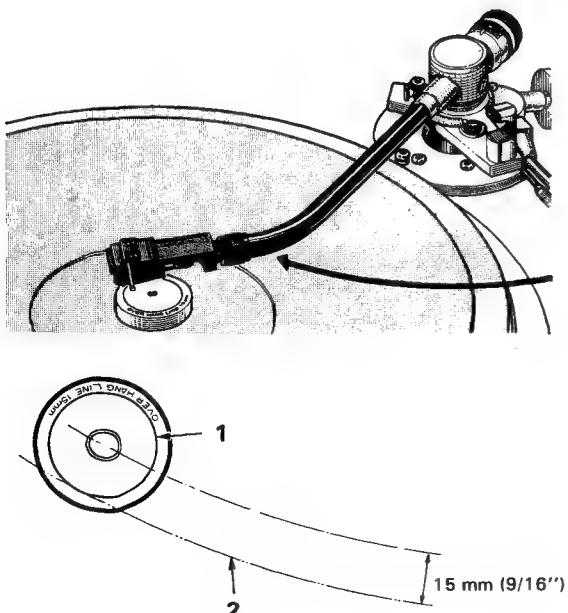

Fig. 15
- Introduire le centreur 45 tours fourni avec l'appareil sur l'axe central. Placer la cellule de manière que la pointe se trouve en face de la ligne de dépassement. Oter ensuite la coquille du bras et visser solidement la cellule sur la coquille. (Fig. 15)
- Den mitgelieferten Mittellocheinsatz (Puck) für 17 cm-Single-Schallplatten auf die Plattentellerachse stecken. Dann den Tonarm über den Mittellocheinsatz schwenken und das Tonabnehmersystem so weit im Tonkopf nach vorn oder hinten schieben, bis die Spitze der Abtastnadel mit der kreisrunden Einstell-linie des Mittellocheinsatzes fluchtet, wie Fig. 15 zeigt. Nach exakter Überhang-Einstellung den Tonkopf ausbauen und die Tonabnehmer-Montageschrauben fest anziehen.
- Bevestig de meegeleverde EP-adapter op de middenaas. Plaats het element zodanit, dat de naalpunt in lijn is met de overhang-lijn. Na instelling van het element de elementhouder van de toonarm nemen en het element stevig in de elementhouder vastzetten. (Fig. 15)
- Sätt den levererade EP-adaptern på centrumtappen. Placeera pickuphuset så att nälspetsen tangerar överhängsmärkeringen på adaptorn. När pickupen sitter korrekt; ta bort pickupskalet från tonarmen och skruva fast pickupen ordentligt. (Fig. 15)